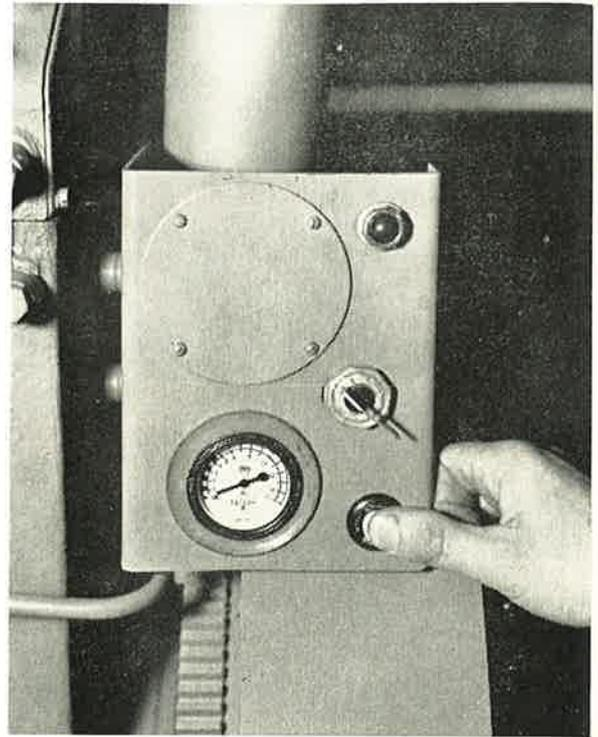

Abb. 61
- d) Den Anlasserdruckknopf drücken (Abb. 61).